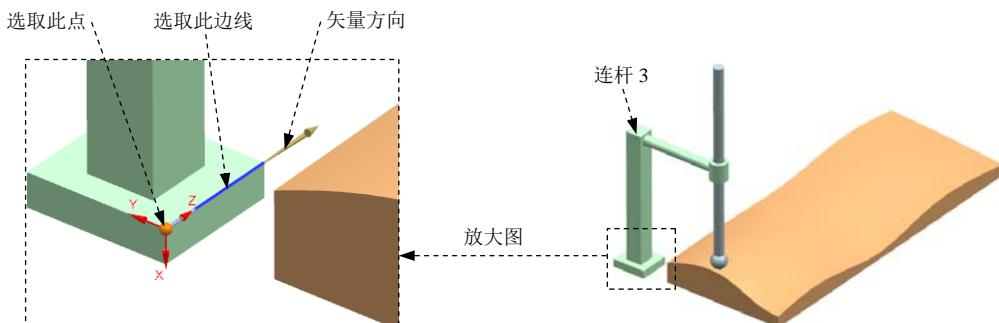

图 4.11.5 定义连杆 3 中的滑动副
(1) 定义参考。选择下拉菜单 **插入(S)** → **运动副(I)…** 命令，系统弹出“运动副”对话框；在“运动副”对话框 **定义** 选项卡的 **类型** 下拉列表中选择 **滑动副** 选项；选取图 4.11.5 所示的连杆 3 为参考连杆；在“运动副”对话框 **操作** 区域的 **指定原点** 下拉列表中选择“终点”选项 **/**，在模型中选取图 4.11.5 所示的点为原点参考；在 **操作** 区域的 **方位类型** 下拉列表中选择 **矢量** 选项，在模型中选取图 4.11.5 所示的边线为矢量参考，单击反向按钮 **☒**，使方向如图 4.11.5 所示。
(2) 定义驱动。单击“运动副”对话框中的 **驱动** 选项卡；在 **驱动** 区域的 **平移** 下拉列表中选择 **恒定** 选项；在 **初速度** 文本框中输入值 20。
(3) 单击 **确定** 按钮，完成滑动副的创建。